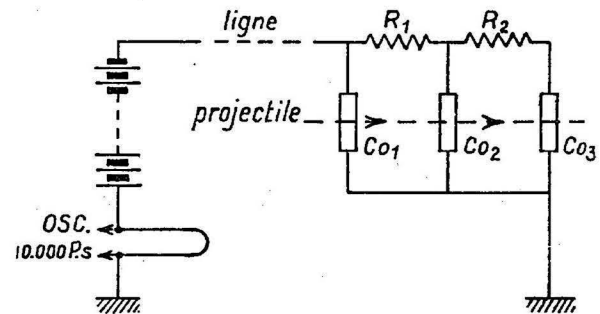

Fig. 2. — Montage de mesure.
Pour l'enregistrement de la vitesse d'un projectile, on réalise le montage illustré par le schéma de la figure 2. Ce dispositif est basé sur une variation du courant continu provoquée par la mise successive en série dans le circuit de différentes résistances, au moment où le projectile rompt des contacts placés à des distances de 1 à 6 mètres de la bouche à feu.
L'examen auquel nous venons de nous livrer montre que, en réalité, un poste à galène comprend trois circuits distincts (1) que nous représentons dans la figure 2 et qui ne sont que fortuitement confondus dans une partie de leur trajet dans le schéma classique de la figure 1. Les trois circuits sont : celui de l'antenne qui comprend le collecteur d'ondes avec la bobine d'antenne L₁, le circuit oscillant L₂C et le circuit de détection L₃DE.